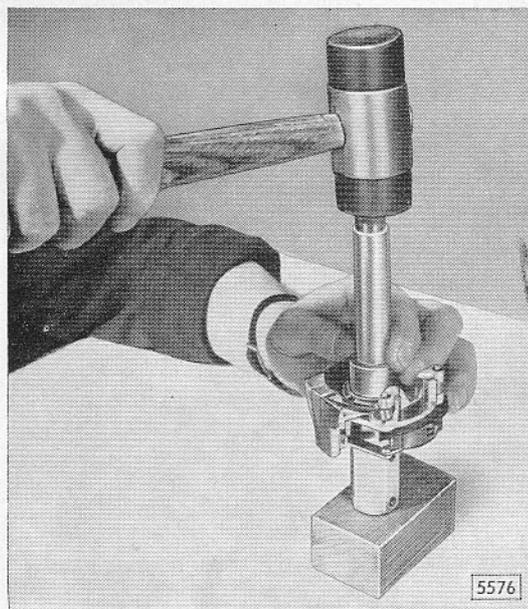

Bild B 19 - Lenkspindel-Kugellager in Signalschaltergehäuse eintreiben
- Das im Signalschaltergehäuse sitzende Lenkspindel-Kugellager wird mit dem Aus- und Eintreibdorn S-1293 heraus- und neues Kugellager bis zum Anschlag eingetrieben (Bild B 19) – Hartholzunterlage und Kunststoffhammer verwenden.